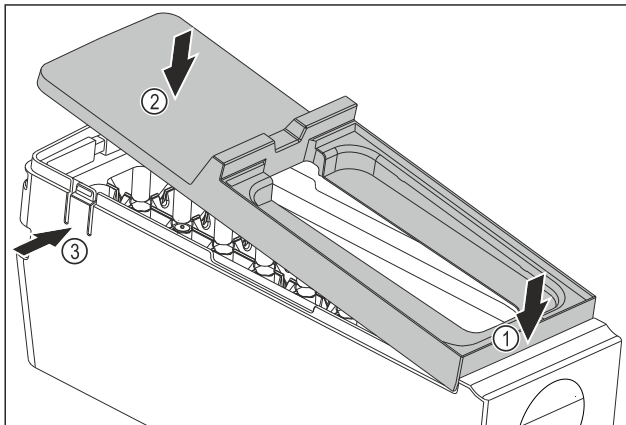

Fig. 85
- ▶ Afdekking van de EasyTwist-Ice-corpus monteren: Afdekking voor bevestigen. Fig. 85 (1)
- ▶ Afdekking achter neerlaten. Fig. 85 (2)
- ▷ Afdekking klikt hoorbaar in beide strips Fig. 85 (3) vast.